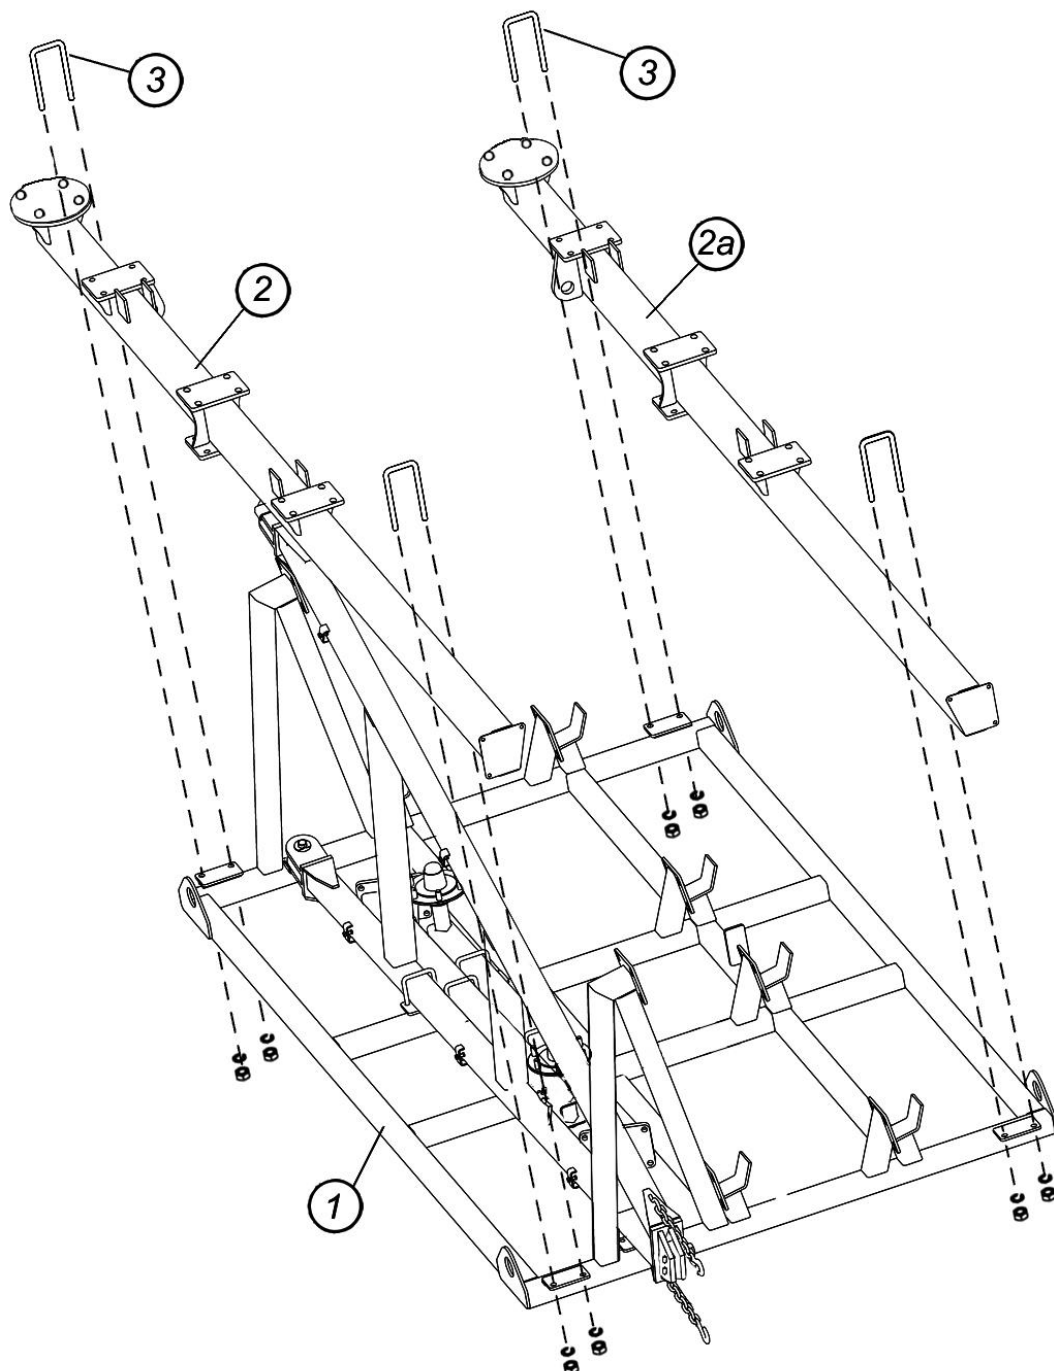

Рис.4.1.4. Снятие продольных балок
4.1.3. Отсоедините от опоры 1 (рис.4.1.4) балки продольные 2 и 2а, которые закреплены при помощи стремянок 3. (На продольных балках болтами закреплены передние консоли)